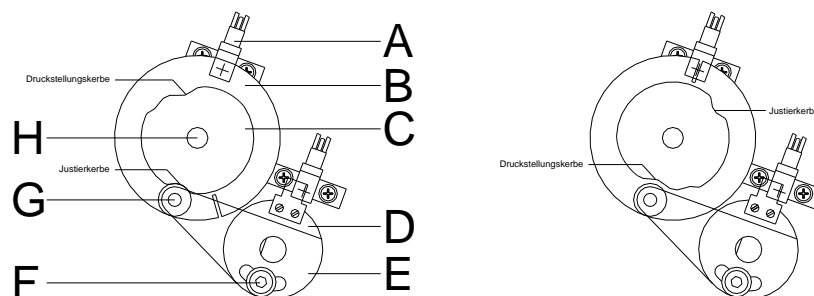

Abbildung 52
Auf der Skizze (siehe Abbildung 52) ist die Welle des Optimierungsmotors (H) mit Andruckkurve (C) und Schaltscheibe (B) von hinten zu sehen. Darunter sitzt der Lagerring (D) mit aufgesetzter Lagerplatte (E).
7. Inbusschraube (F) ca. 1 Umdrehung lösen, bis die Lagerplatte (E) mit dem aufgesetzten Kugellager (G) frei beweglich ist.
9. Lagerplatte (E) mit Kugellager (G) in die Justierkerbe der Andruckkurve drücken, so dass kein Spiel mehr vorhanden ist. Inbusschraube (F) fest anziehen.
13. Motorwelle mit Andruckkurve und Schaltscheibe von Hand nach links und rechts drehen, bis ein leichter Widerstand zu spüren ist. Bewegt sich der Schlitz in der Schaltscheibe jeweils rechts und links geringfügig aus der Lichtschranke (A), ist die Andruckkurve korrekt eingestellt.